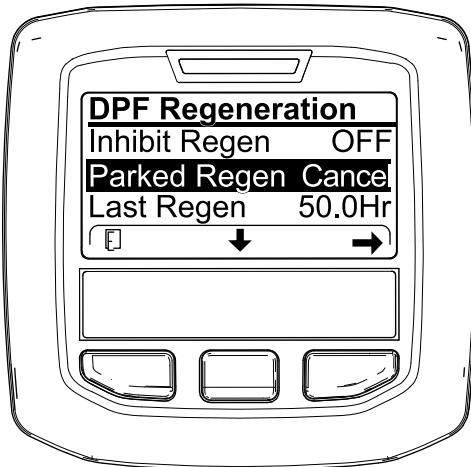
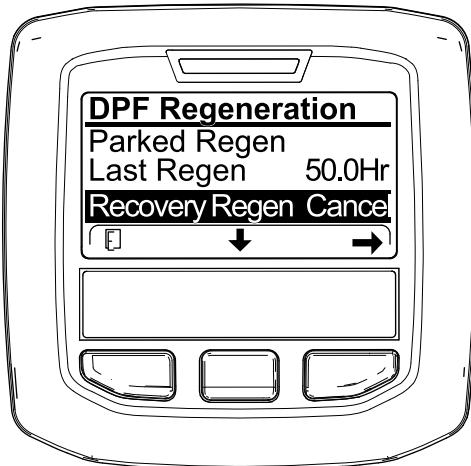

図 67
図 68
1. DPF 再生メニューにアクセスする図 67。
- 中央ボタンを押して下へスクロールし、駐車再生キャンセル PARKED REGEN CANCEL (図 67) またはリカバリ再生キャンセル RECOVERY REGEN CANCEL を選ぶ図 68。
- 右ボタンを押すと再生キャンセルに Regen Cancelに入る図 67または図 68。